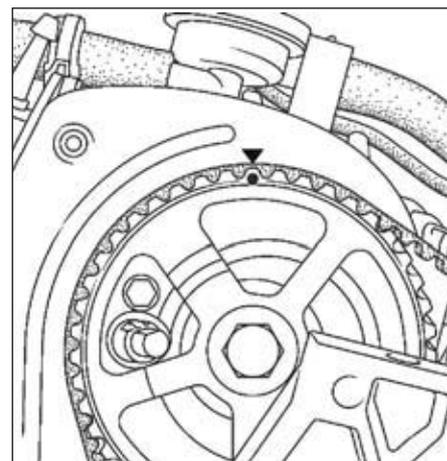

FIG.13
• Vérifier que le repère de la roue dentée d'arbre à cames soit aligné avec le repère du carter intérieur de distribution (Fig.13).